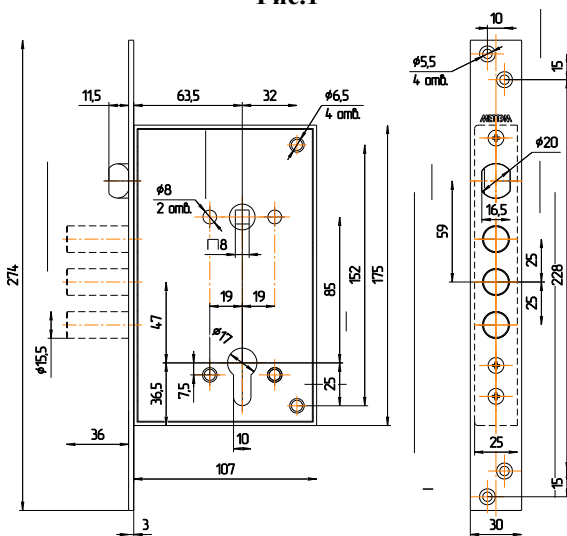

Рис.2
4.1. Произвести разметку на двери согласно рис.2. Выполнить на торце полотна двери гнездо для корпуса замка, а также отверстия для крепежа замка. Выполнить на полотне двери отверстия для цилиндрического механизма, для стержня ручек фалевых и крепежа, а в дверной коробке отверстия под пальцы засова и защелки.